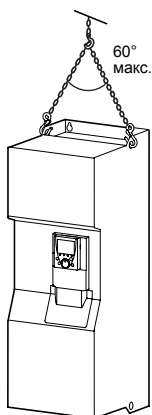

Рисунок 4
**3** Снимите фиксирующие винты, крепящие ПЧ к поддону, и извлеките его с помощью тали. Для этого он оснащен рым-болтами (рис. 4)